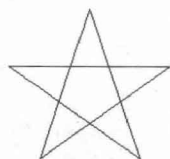

图1-6 最终效果图
(4) 选中正五边形，然后按 Delete 键将其删除，完成五角星的绘制，最终效果如图 1-6 所示。